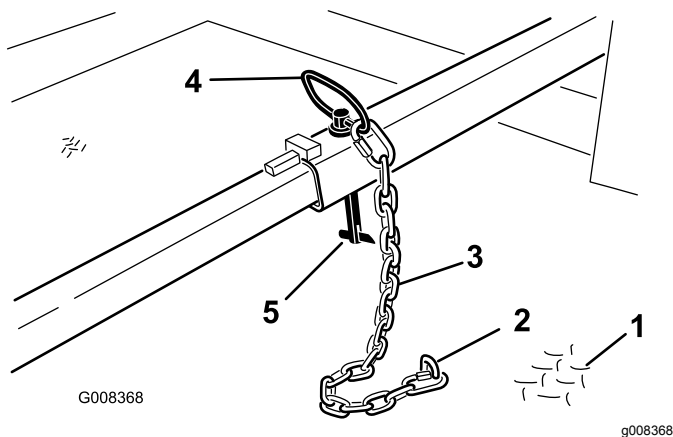

Figure 8
1. Accrochez la chaîne de retenue du plateau de la remorque à la goupille de retenue (Figure 8).